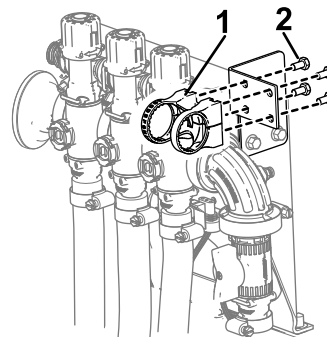

Figura 19
5. Instale a base de montagem da válvula no suporte da montagem da válvula utilizando os quatro parafusos (M6) como se mostra na Figura 19.